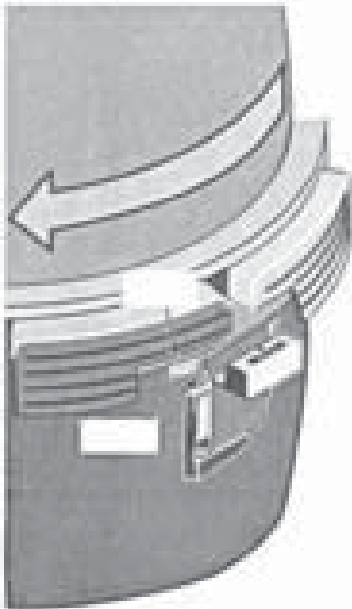

Figure 3
D. Reserrer la bague de fermeture Posi-Ring™ dans le sens des aiguilles d'une montre jusqu'à ce que le loquet s'accroche dans l'attache (voir figure 3).